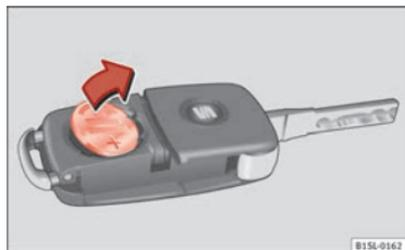

Abb. 16 Fahrzeugschlüssel: Batterie herausnehmen.
- Batterie mit einem geeigneten dünnen Gegenstand aus dem Batteriefach heraushebeln → **Abb. 16**.
- Neue Batterie wie gezeigt ansetzen → **Abb. 16** und entgegen der Pfeilrichtung in das Batteriefach drücken → ②.